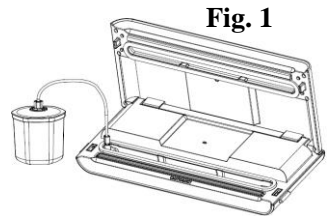

Fig. 1
2. Använd en sax för att klippa en påse från rullplasten till önskad längd – **Fig. 1.**
3. För in påsens öppning i vakuumkanalaren. Se till att luftintaget inte täcks av påsen. – Fig. 1.
3. Öppna apparatens lock. Anslut den ena änden av slangen till luftintaget i vakuumkanmarområdet och anslut den andra änden av slangen i mitthålet på matbehållarens lock. Vrid vredet på matbehållarens lock till positionen "SEAL" – Fig. 1 & 2.